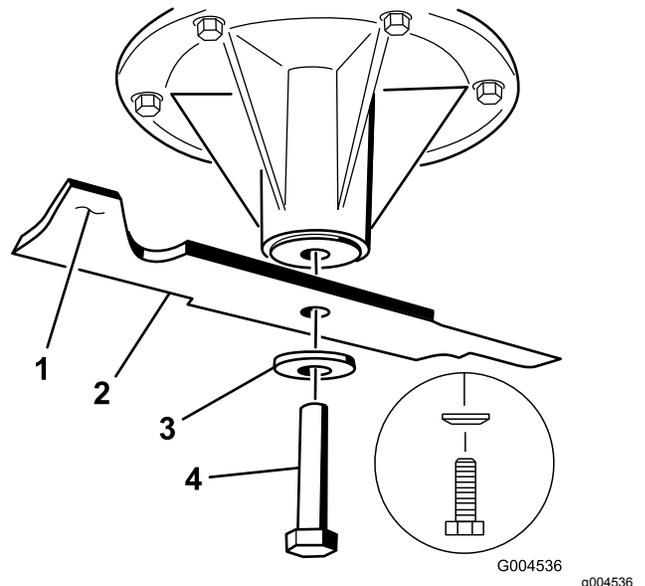

Figure 95
1. Placez la lame sur l'axe (Figure 95).
2. Mettez en place la rondelle élastique et le boulon de la lame (Figure 95).
**Remarque:** Le cône de la rondelle élastique doit être dirigé vers la tête du boulon (Figure 95).